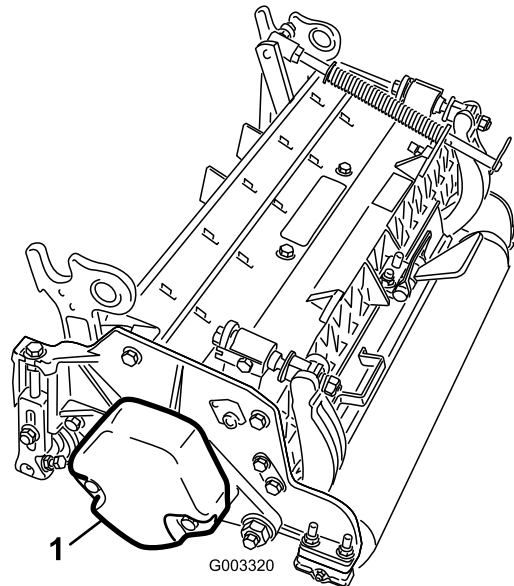

Figura 16
1. En las unidades de corte 2, 4 y 6, retire los 2 tornillos de caperuza que fijan el contrapeso al extremo izquierdo de la unidad de corte. Retire el contrapeso (Figura 16).